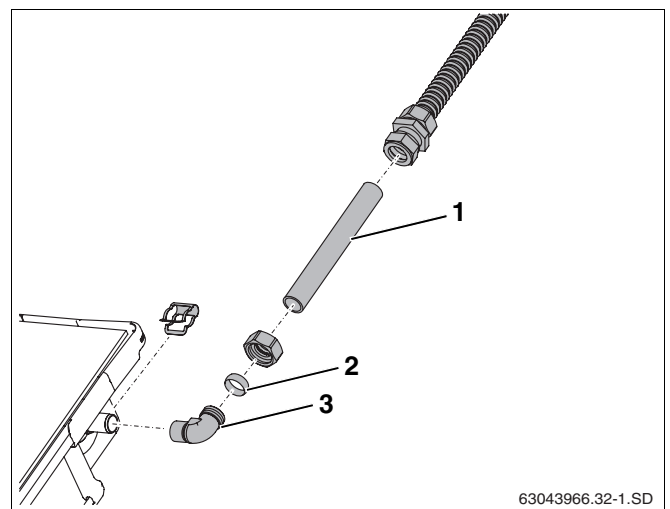

Fig. 61 Prolongación del tubo de conexión
- ▶ Monte el anillo de unión (fig. 61, **pos. 2**) y la tuerca de racor sobre el codo (fig. 61, **pos. 3**).
- ▶ Introduzca el tubo de cobre cortado a la medida (18 mm, Fig. 61, **pos. 1**) en las roscas de conexión.